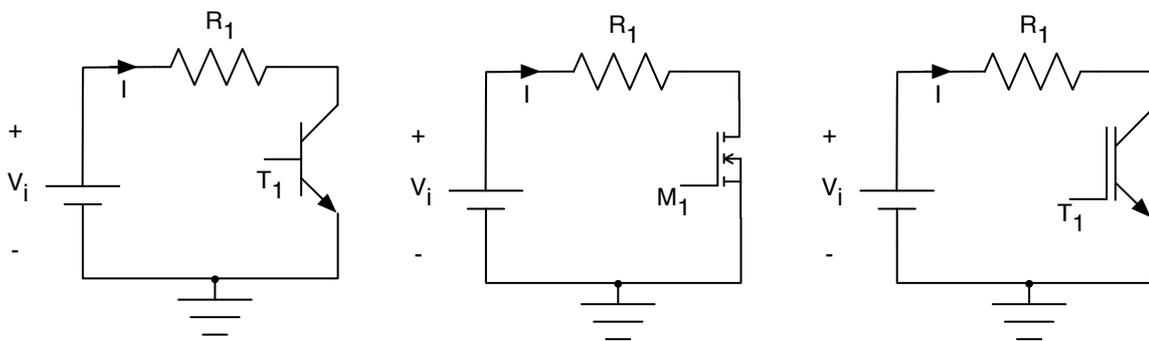

Figura 41 – Circuitos para exercício resolvido 01.
**ER 01)** Seja o circuito da Figura 41, considerando que a tensão da fonte seja de 12 V, o resistor de 100  $\Omega$  e os transistores sejam, respectivamente, TIP31, IRF640 e IRG4PC40U, e que os transistores estejam conduzindo, determine: